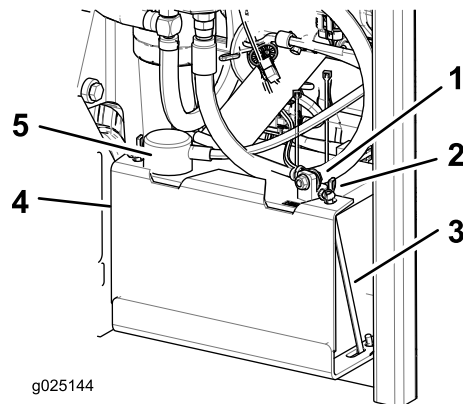

Figura 47
3. Scollegate il cavo negativo della batteria (nero) dal morsetto negativo (-) della batteria (Figura 47).
4. Fate scorrere la guaina del morsetto rosso via dal morsetto positivo della batteria (rosso) e rimuovete il cavo positivo della batteria (+) (Figura 47).
5. Togliete i dadi ad alette che fissano i ganci uncinati (Figura 47).
6. Togliete la fascetta (Figura 47).
- Posizionate la batteria nel vassoio, con i poli in posizione opposta al serbatoio idraulico (Figura 47).
- Fissate i cavi con 2 bulloni, 2 rondelle e 2 dadi di bloccaggio (Figura 47).
- Montate la fascetta e fissatela con i dadi ad alette e i ganci uncinati (Figura 47).